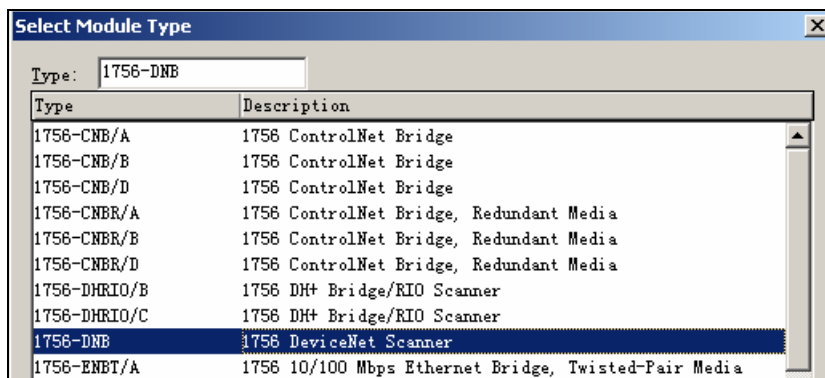

图 3-46 选择模块类型
31. 在弹出的画面中选择 1756-DNB。选中之后，单击 OK，如图 3-46 所示。